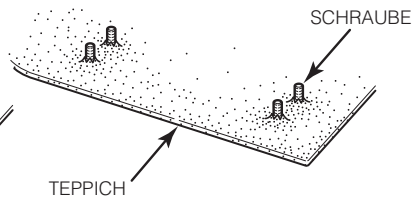

Abb. 6
- 5.** Schieben Sie die Befestigungsschrauben durch den Teppich. (Abb. 6)